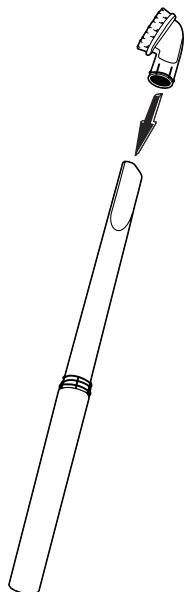

FIG. 10
Step 1: To use accessories, place desired accessory into the end of the hose or wand (FIG.10).
Étape 1 : Connectez l'accessoire désirée au bout du tuyau ou de la rallonge (FIG. 10).
Paso 1: Coloque el accesorio deseado en el extremo de la manguera o el tubo (FIG. 10).